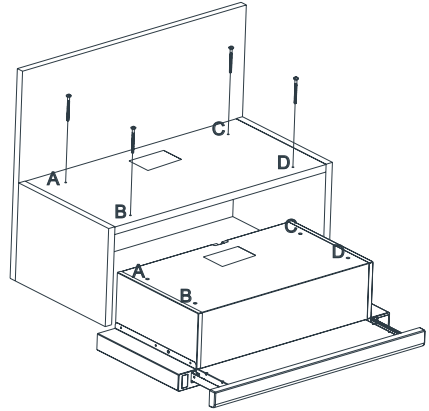

Abb. 4
- Wenn sich der Schiebersatz bewegt, sollte die Frontblende die Schranktür nicht verkratzen. Abb. 4